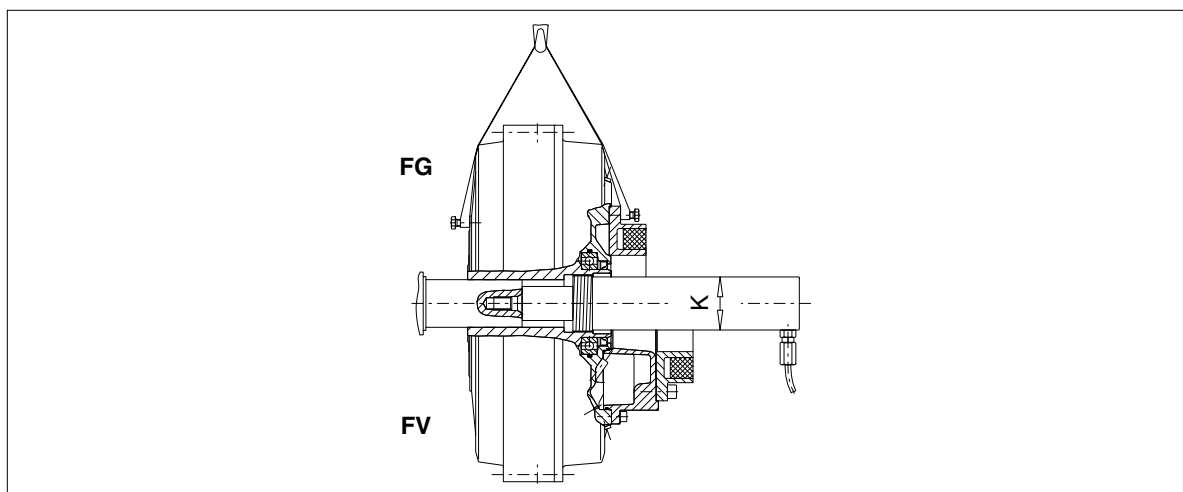

图 16: 拆卸带有液压主轴或者液压缸的 FLUDEX 联轴器
- 拆卸螺纹轴套 (143)。
- 将带有适当预螺纹 "K" (参见表 10) 的液压缸旋入空心轴 (106) 的螺旋螺纹 (参见图 16)。